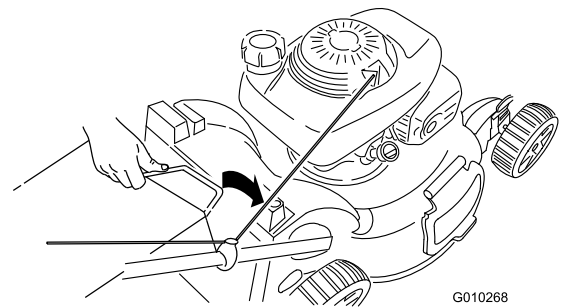

Figura 30
3. Introduzca el asa de la bolsa de recortes en las ranuras de la parte superior del cortacésped (Figura 30).